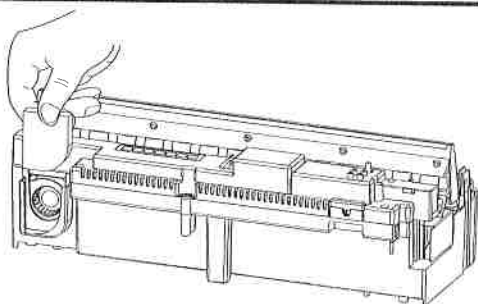

Fig.14
2. Den Luftfilter vorsichtig nach oben aus seiner Kunststoffhalterung herausziehen. (Abb. 14)